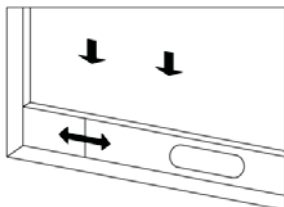
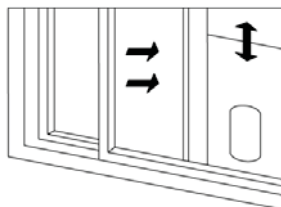
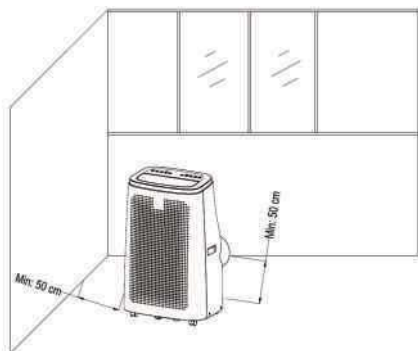

Bild 2
Bild 3
Bild 4
1. Lämnar fönstret på halvglänt och monterar fönsterplattan med tätning på fönstret (som visas i bild 2 och bild 3). Komponenterna kan placeras i horisontell och vertikal riktning.
1. Flytta luftkonditioneringen med installerad värmeslang och tätningar framför fönstret där avståndet mellan apparat och väggar eller andra föremål ska vara minst 50 cm (som visas i bild 4).
2. Markera mitten på fönsterkarmen och fönsterbågen (Fig. 2-4) (Fig. 2 visar ett öppet fönster, Fig. 3 ett tippat fönster och Fig. 4 ett öppet takfönster).